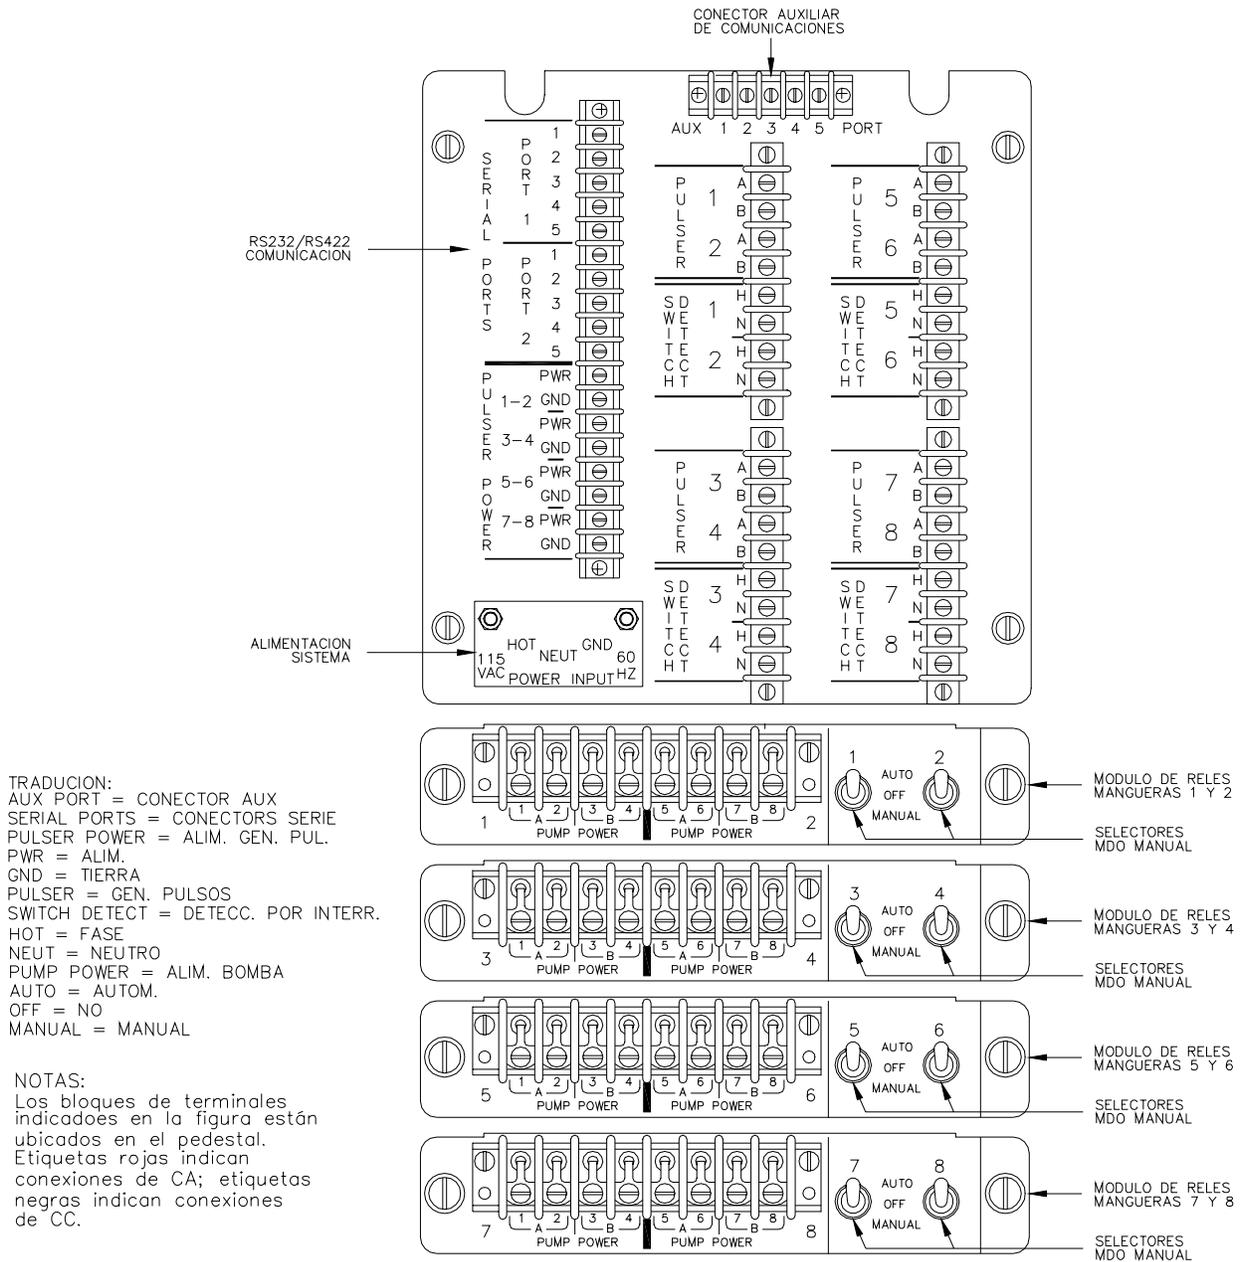

Figura 5-1. Identificación de bloque de terminales de conexión de bomba/surtidor
1. Verificar que todos los interruptores y selectores de operación manual de bomba, ubicados en el pedestal de la unidad (véase Figura 5-1), estén en posición desactivada (**OFF**).